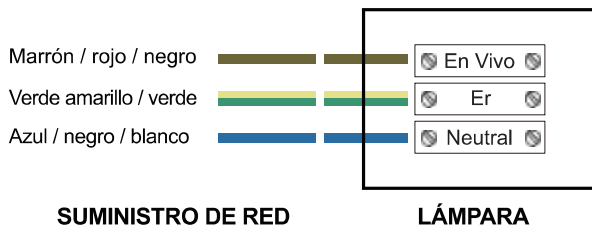
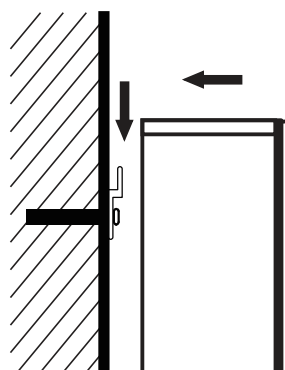

Fig. 5
Fig. 6
2.2 Asegúrese de que el circuito de la pared no tiene tensión y conecte el cable tripolar reservado para la pared al bloque de terminales de cable tripolar del producto (Fig.5) monte el armario con espejo en la barra (Fig.6).